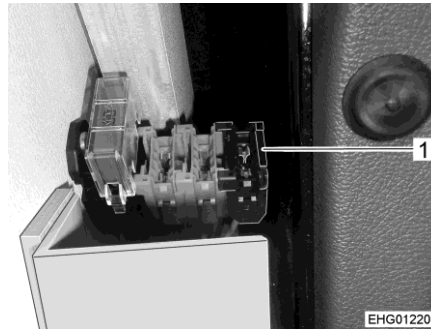

Bild 132 Säkringshållare på vänsterstyrda fordon (Ford)
- Byt säkring i säkringshållaren (Bild 132,1).